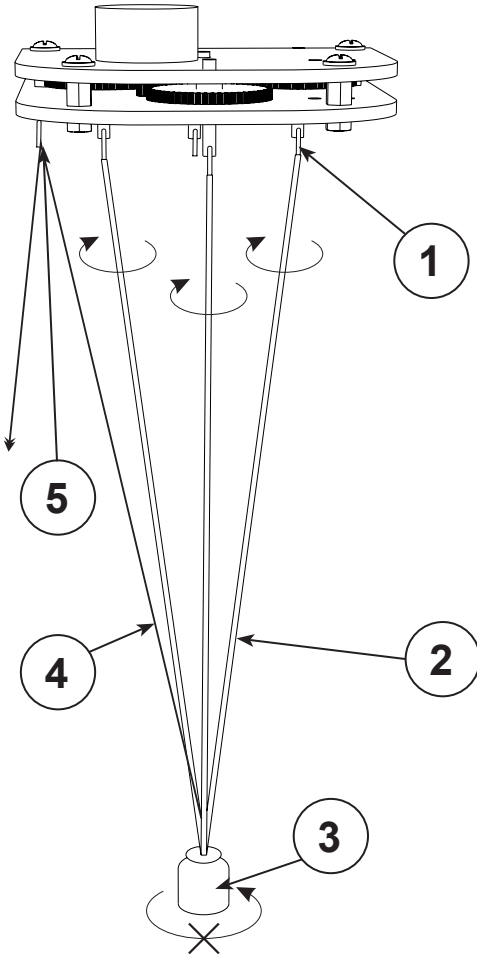
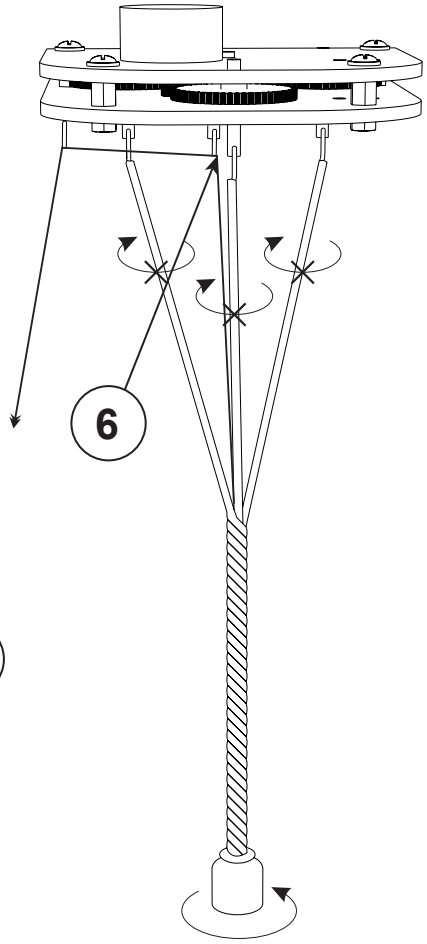
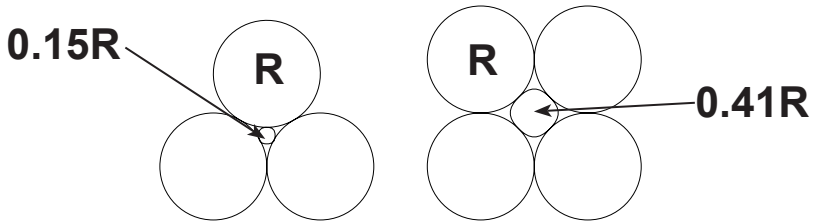

Рисунок 8.
Рисунок 9.
Рисунок 10.
4. Привяжите исходные нити (2) к крайним крючкам (1).
5. Привяжите к свободным концам нитей (2) груз (3).
6. Привяжите сердечник (4) к грузу (*рис. 8*). Второй конец сердечника перекиньте через крючок (5) в боковом отверстии. Рекомендуется, чтобы длина сердечника в два раза превышала длину исходных нитей. Диаметр сердечника не должен превышать диаметр, показанный на *рис. 10*.
7. Включите двигатель, чтобы исходные нити (2) начали накручиваться вокруг своей оси. При этом, удерживая груз (3), препятствуйте его вращению вокруг своей оси и закручиванию исходных нитей (2) между собой. Если в процессе накрутки исходные нити (2) будут цепляться друг за друга, разведите их рукой (*рис. 8*).
8. Через некоторое время, когда груз (3) приподнимется на 10–15 % длины исходных нитей (2), остановите двигатель.
9. Не давая грузу начать вращаться, перебросьте сердечник (4) через крючок (6) на центральной оси и слегка натяните его (*рис. 9*).
10. Отпустите груз (3), и дайте ему свободно начать вращаться вокруг своей оси, тем самым закручивая исходные нити (2) друг вокруг друга и вокруг сердечника (*рис. 9*).
4х-прядный канат без сердечника получается "кривой", со сбивками, горбылями.	См. рис. 10 . Одна из прядей пытается занять центральное положение. Используйте сердечник.